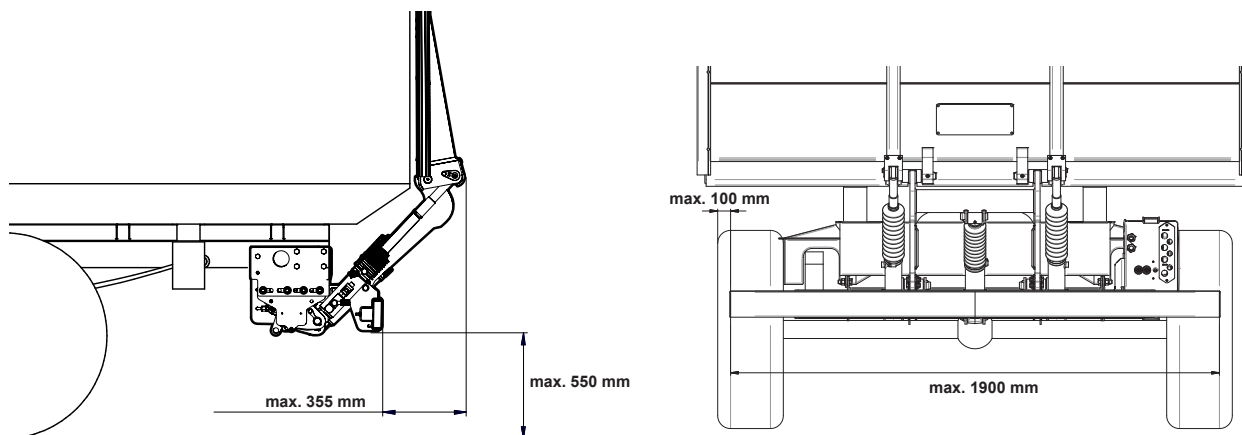

Abb. 8. Gesetzlich vorgeschriebene Maße
- Horizontalabstand vom äußersten Teil der Ladebordwand bis zum Unterfahrschutz: Max. 355 mm. Siehe Abb. 8.